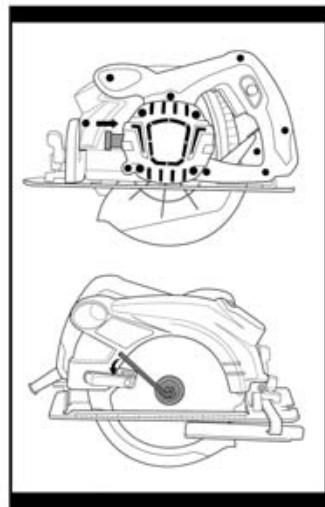

Fig. 6
7. SUSTITUIR UNA HOJA DE CORTE (Fig. 6)